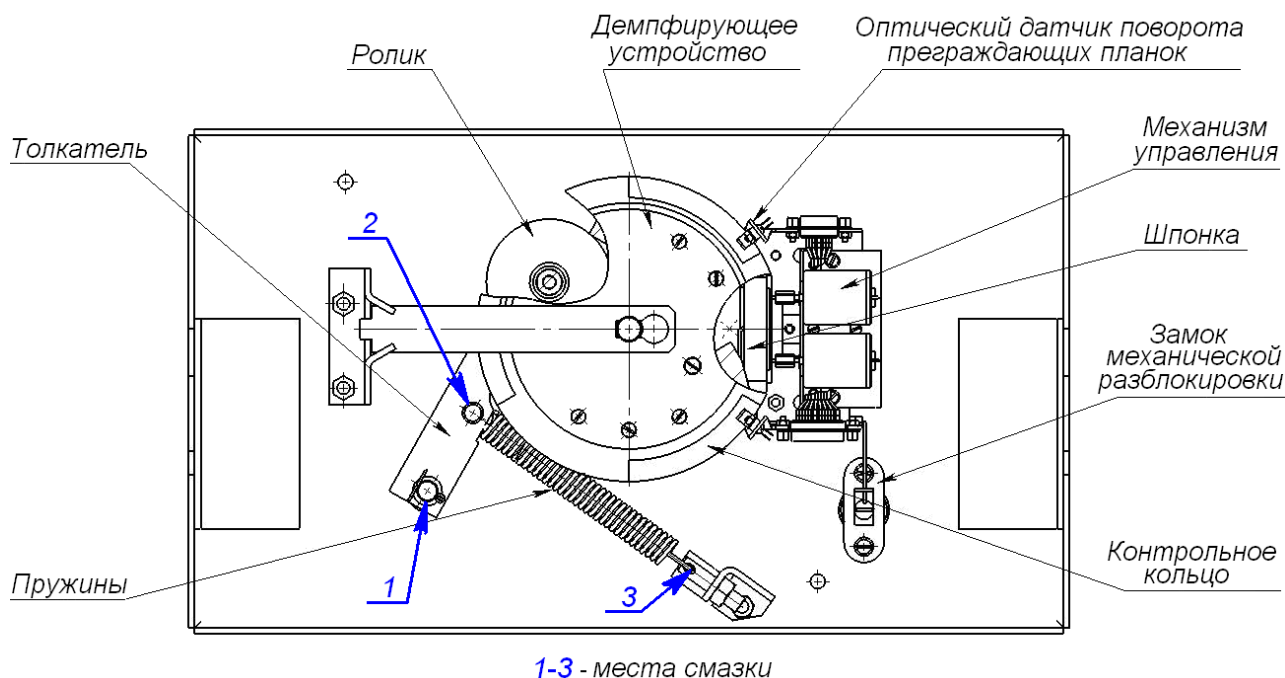

Рисунок 16. Расположение внутренних деталей и узлов стойки ЭП
2. Снимите крышку (3) в порядке, указанном в разд. 6, и положите ее на ровную устойчивую поверхность.
3. Осмотрите устройство доворота (толкатель, пружины и ролик), оптические датчики поворота преграждающих планок и демпфирующее устройство (см. рис. 16).
- четыре втулки на устройстве доворота – две на оси вращения толкателя и две на оси крепления пружин, а также отверстия в деталях крепления пружин, по две - три капли масла в каждое место смазки (места смазки указаны на рис. 16);
- механизмы секретности замка механической разблокировки (7) и замка крышки (4) со стороны замочной скважины.
- на рис. 16 – для ТРЛ производства **ZKTeco** (**FaceDepot-7A**, **FaceDepot-7B**, **ProFaceX**, **SpeedFace-V5L-TD**);